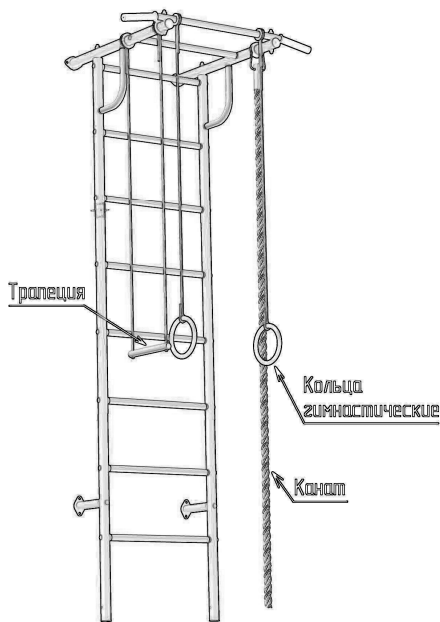

Рис. 1 – ДСК-2.с ПВХ «РОКИ-1»
3.1. КОМПЛЕКС представляет собой сборно-разборную каркасную конструкцию из металлических труб, закрепленную анкерными болтами в стену (Рис. 1.) Основными составными элементами КОМПЛЕКСА являются вертикальная «шведская лестница» и горизонтальная неподвижная верхняя рама.